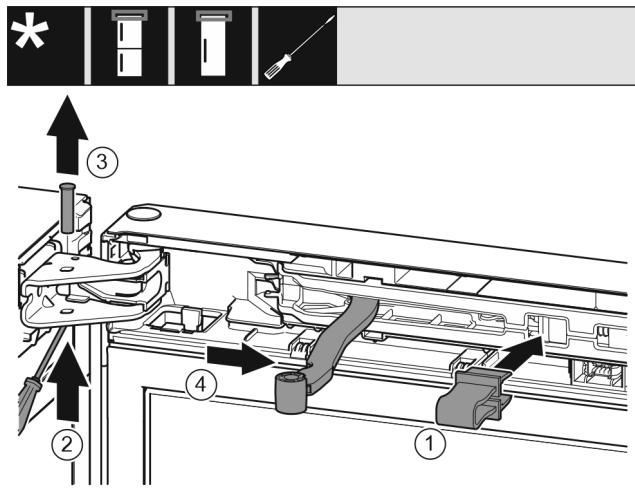

Fig. 9
- Κουμπώστε την ασφάλεια Fig. 9 (1) στο άνοιγμα.
- Τραβήξτε έξω τον πείρο Fig. 9 (2).
- Αφαιρέστε τον πείρο Fig. 9 (3) προς τα επάνω.
- Περιστρέψτε την άρθρωση Fig. 9 (4) προς την πόρτα.